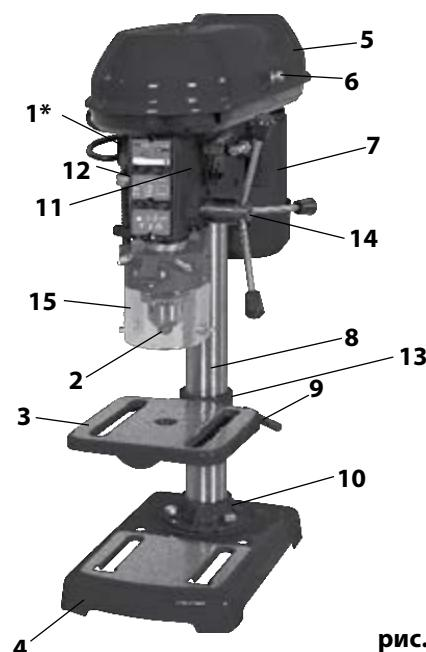

рис. 1
1.6 Общий вид и устройство станка представлены на рис.1
1.7 На массивное чугунное основание станка (рис.1 поз.4) крепится металлическая колонна (рис.1 поз.8) с фланцем (рис.1 поз.10). На колонне хомутом (рис.1 поз.13) крепится рабочий стол (рис.1 поз.3). Стол, при помощи хомутика, имеет возможность перемещаться вдоль колонны по вертикали и крепиться под углом (до 45° вправо или влево) к горизонтальной плоскости.
К верхней части колонны фиксируется двумя винтами суппорт станка (рис.1 поз.11), на котором расположены органы управления (выключатель и ворот зубчатый вертикального перемещения шпинделя) и регулировки (платформа двигателя с механизмом натяжения ремня и шпилька ограничительная глубины сверления).
Подача патрона со сверлом к заготовке осуществляется поворотом ворота (рис.1 поз.14) рукоятками с набалдашниками. В исходное положение шпиндель с патроном перемещаются за счёт возвратной пружины.
1.8 Выключатель – магнитная кнопка (магнитный пускател) (рис.1 поз.1) расположен на левой плоскости суппорта. Он имеет две кнопки: зелёная с символом «1» - включение двигателя и красная с символом «0» - выключение двигателя.
На верхнюю часть колонны установить суппорт (рис.4а) и зафиксировать двумя винтами. В ворот звездчатый (рис.1 поз.14) ввернуть три рукоятки с набалдашниками (рис.4б).
- а) визуально по мере движения стрелки по шкале (рис.1 поз.12) глубины от 0 до 50 мм (или от 0 до 2-х дюймов);